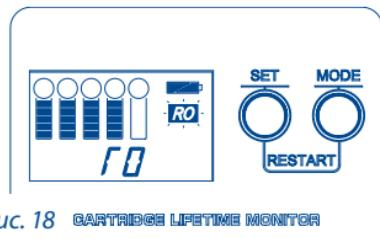

Рис. 18 CARTRIDGE LIFETIME MONITOR
f. Если режим RO нужно выключить, войдите в режим установки режима RO (начиная с пункта а.) и последовательными нажатиями кнопки SET установите режим, при котором номера ступеней не будут показаны, а значок режима RO будет продолжать мигать. Нажмите MODE — появится надпись End. Нажмите SET — настройка будет зафиксирована (Рис. 18).